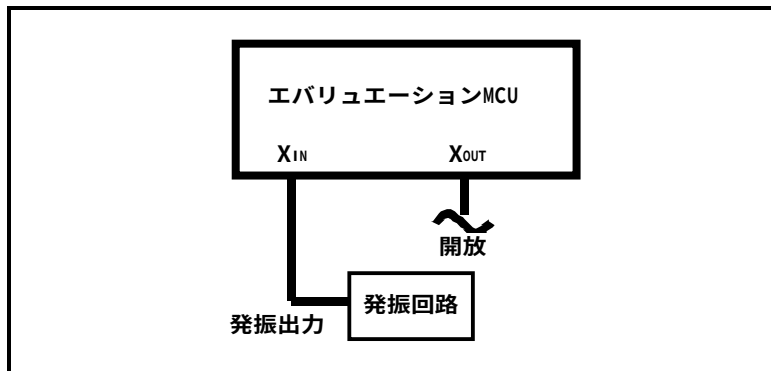

図 3.3 外部発振回路
- 本製品をターゲットシステム上発振回路で動作させる場合は、図 3.3に示すように、ターゲットシステム上に発振回路を構成し、エバリュエーションMCUの動作範囲内で、デューティ50%の発振出力をXIN端子に入力してください。またこのときXOUT端子は開放としてください。